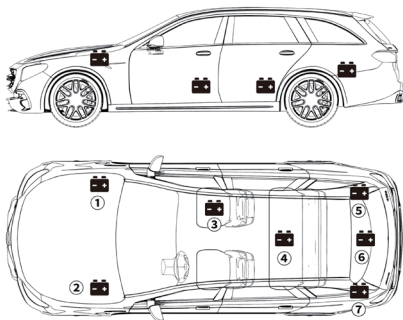

Figura 3.1.1
- 1) La maggior parte dei modelli di veicoli posiziona la batteria nel vano motore, sotto il cofano, in uno degli angoli anteriori. Vedere la posizione della batteria ① e ② nella Figura 3.1.1.
- 2) Per bilanciare la distribuzione del peso non uniforme, alcuni produttori mettono la batteria nel bagagliaio. Vedere la posizione della batteria ⑤, ⑥ e ⑦ nella Figura 3.1.1. In questo caso, la batteria potrebbe avere un coperchio di plastica che deve essere rimosso prima di qualsiasi test.
- 3) Per alcuni modelli, la batteria potrebbe essere riposta sotto il sedile posteriore. Vedere la posizione della batteria ④ nella Figura 3.1.1.
- 4) Per gli altri veicoli, la batteria sarà posizionata sotto il sedile del passeggero. Vedere la posizione della batteria ③ nella Figura 3.1.1.